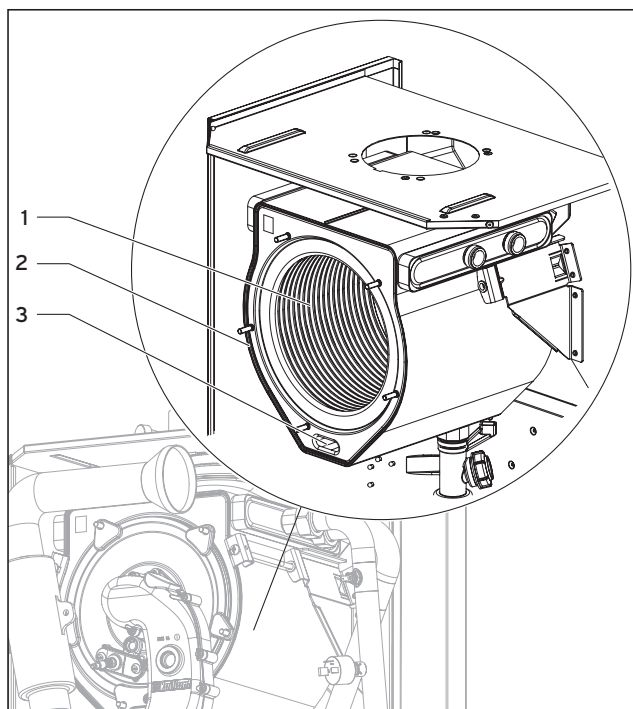

Fig. 7.6 Pulire lo scambiatore di calore integrale a condensazione
- Pulire la spirale di riscaldamento (1) dello scambiatore di calore integrale a condensazione (2) con normale aceto commerciale (fig. 7.6). Risciacquare con acqua.
- Attraverso l'apertura (3), è possibile pulire anche il vano di raccolta della condensa.